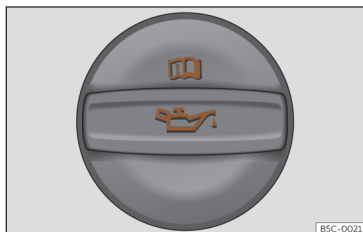

Fig. 216 Tampa do bocal de enchimento do óleo do motor no compartimento do motor.
- Localize o bocal de enchimento do óleo do motor. Reconhece-se pelo símbolo que existe sobre a tampa >>> **Fig. 216**.
- Desenrosque a tampa do bocal de enchimento do óleo do motor >>> **Fig. 216**.